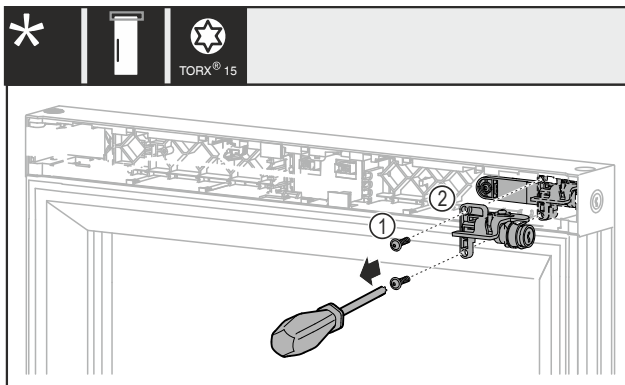

Fig. 20
- Odvrnite vijke Fig. 20 (1).
- Skinite mehaničku bravu Fig. 20 (2).